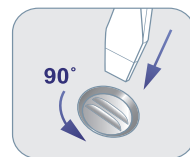

Рис. 6
- Снимите крышку с водоочистителя, предварительно повернув три фиксатора против часовой стрелки на 90° (рис. 6).